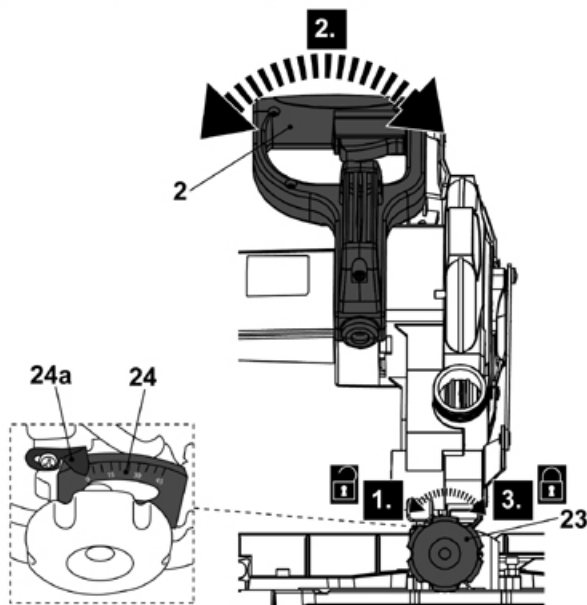

Fig. 6
- > Liberte a pega de bloqueio de bisel (23) (Fig. 6, etapa 1).
- > Desloque o manipulador de funcionamento (2) (etapa 2) até o ponteiro do ângulo de bisel (24a) ficar alinhado com o ângulo necessário no nível de bisel (24).